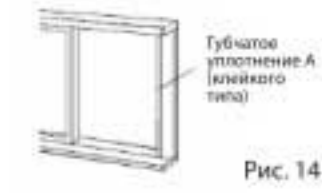

Рис. 14
2.1. Отрежьте губчатое уплотнение (клеякого типа) достаточной длины и прикрепите его к подоконнику (см. рис. 14).